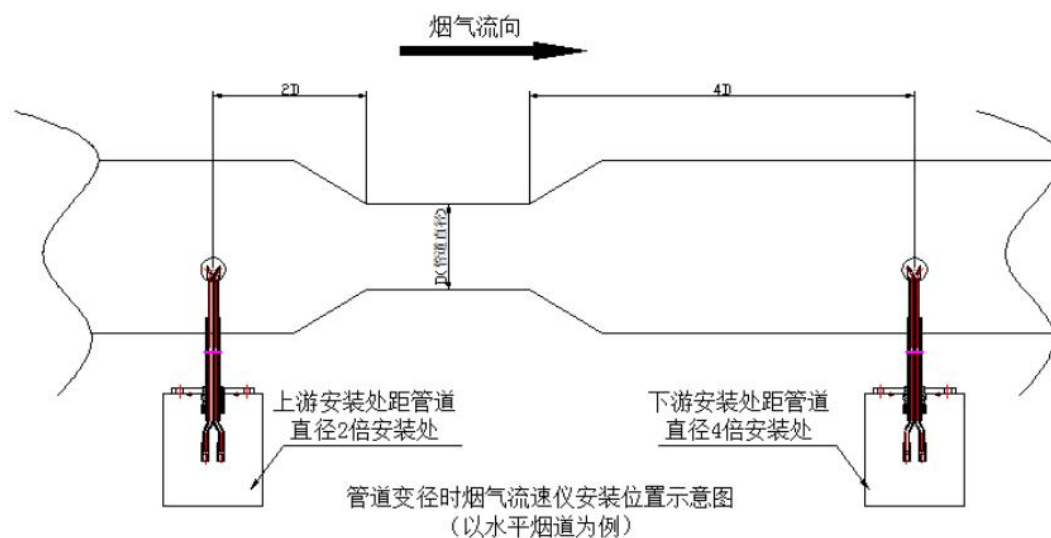
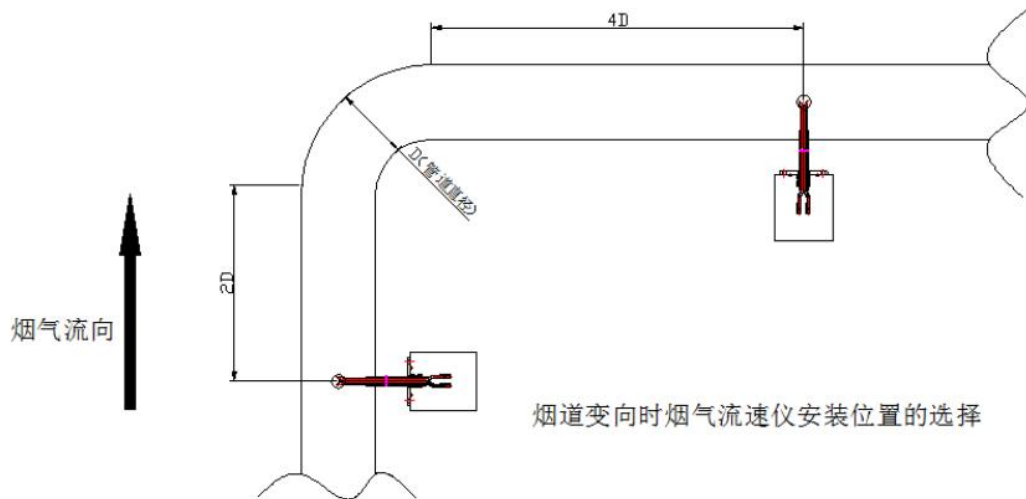

图 1 烟道断面急剧变化时位置的选择
图 2 烟道拐弯处位置的选择
- b) 测定位置应避开烟道弯头和断面急剧变化的部位。应设置在距弯头、阀门、变径管下游方向不小于 4 倍直径，和距上述部件上游方向不小于 2 倍直径处；如图 1、图 2 所示。